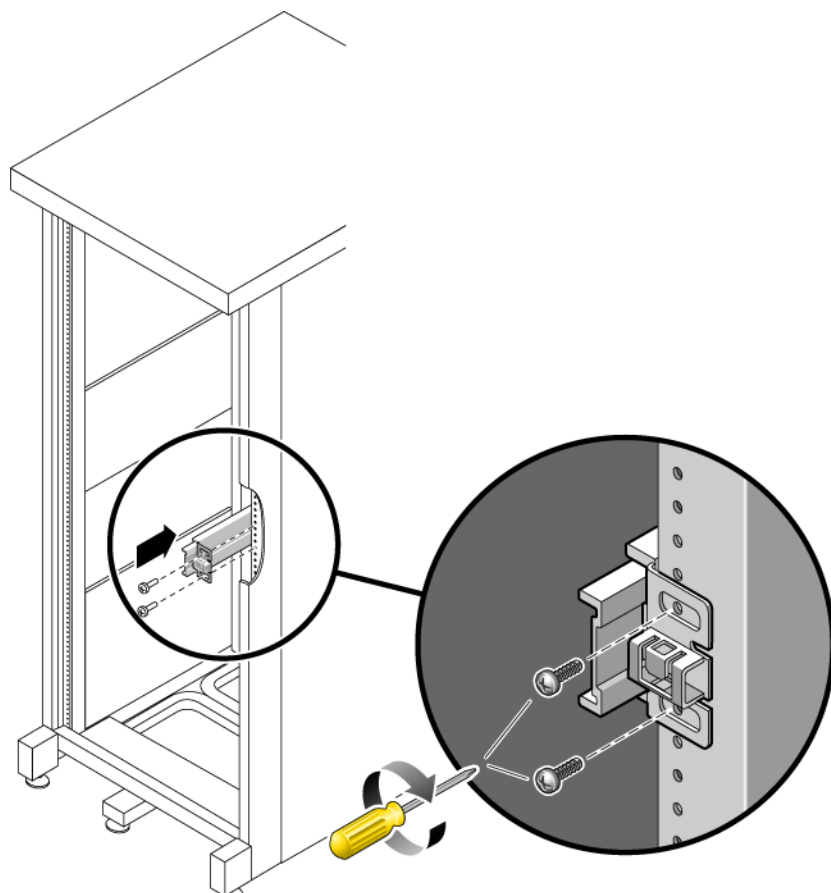

FIGURA 2-16 Montaje de una guía deslizante
- a. **Utilice dos tornillos para sujetar el frontal de una guía deslizante al poste frontal derecho del bastidor (FIGURA 2-16). No apriete los tornillos todavía.**